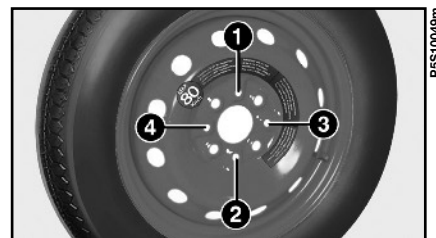

fig. 6
16) Stringere a fondo i bulloni, passando alternativamente da un bullone a quello diametralmente opposto, secondo l'ordine illustrato in **fig. 6**.